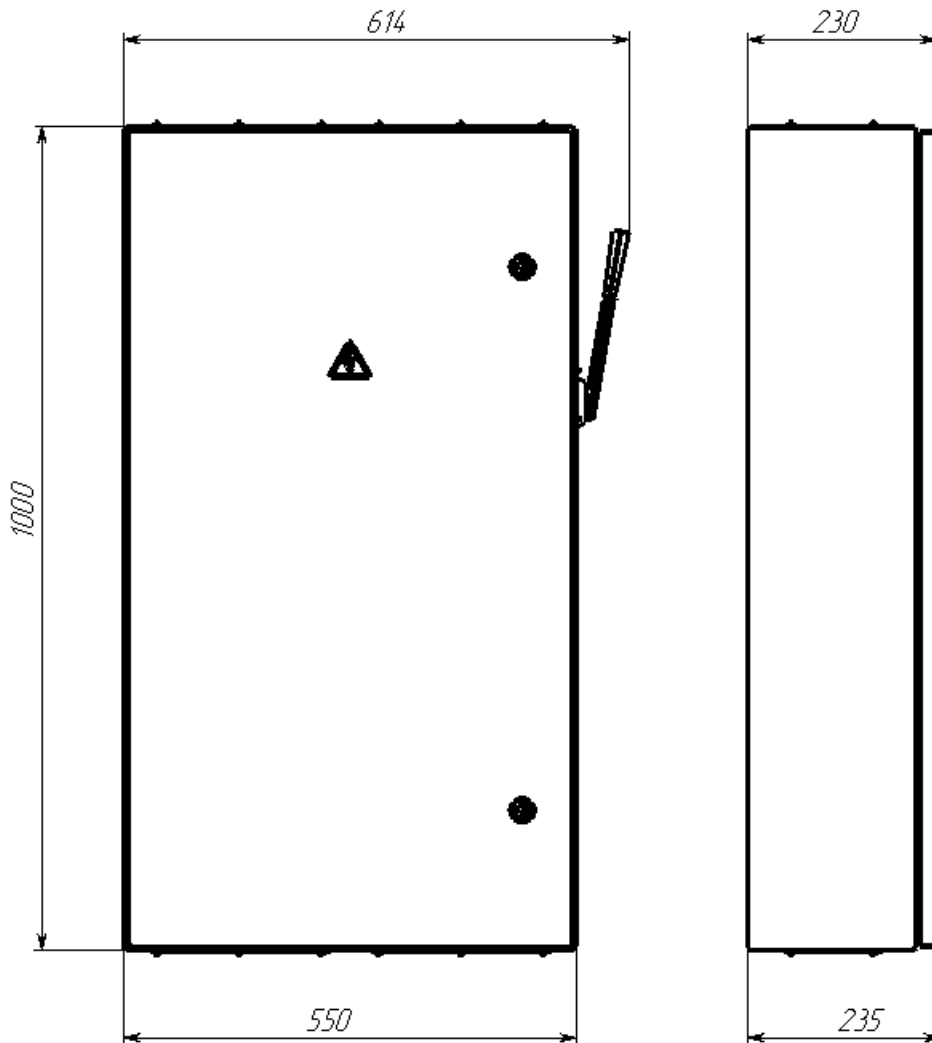

Рис.1 Внешний вид, габаритные и установочные размеры корпуса ящика силового ЯРП-630П-IP54-У3-Узола.
2.13. Габаритные и установочные размеры	- см. рис.1;